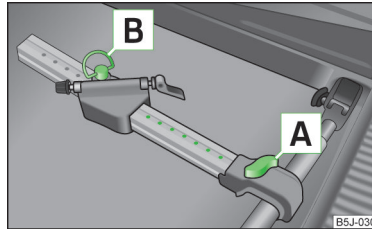

Abb. 58
- › Die Schraube **A** » Abb. 58 etwas herausziehen und den Längsträger (Alu-Teil) zum Querträger schieben, bis die Fassung einrastet.
- › Die Schraube **A** » Abb. 58 auf Seite 66 lösen und den Fahrradträger zusammen mit dem befestigten Fahrrad nach links schieben, sodass es zwischen dem Lenker und dem Seitenfenster des Gepäckraums zu keiner Kollision kommen kann.